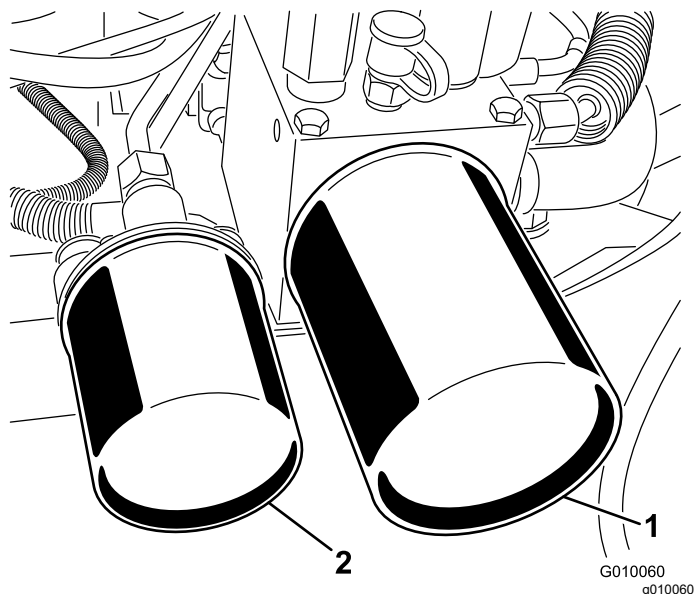

Figura 63
2. Coloque un recipiente bajo los filtros, retire los filtros usados y limpie con un trapo la superficie de la junta del adaptador del filtro (Figura 63).